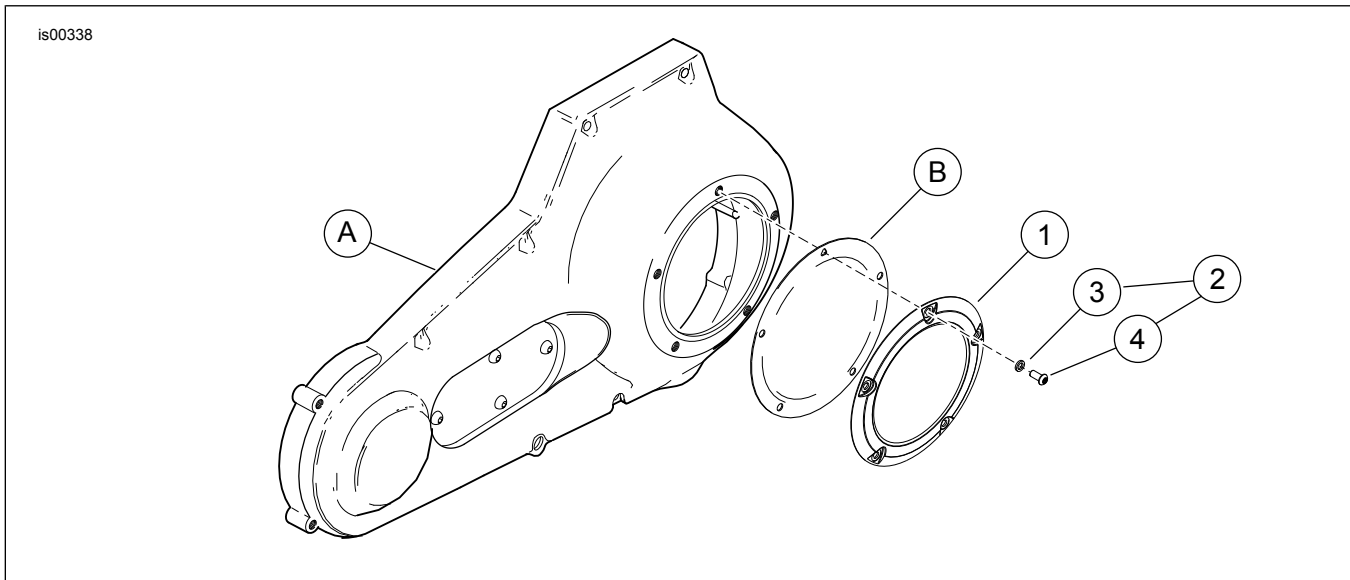

Figura 2. Parti di ricambio: coperchio di accesso alla frizione in alluminio lavorato cromato
Vedere Figura 2 e Tabella 1.
- b. Vedere Figura 2. Collocare una rondella (3) sulle filettature di una delle **nuove** viti (4). Inserire le filettature nel foro superiore sul coperchio di accesso alla frizione e avvitare attentamente a fondo la vite attraverso il foro triangolare sulla guarnizione. Non spingere la vite nel foro.